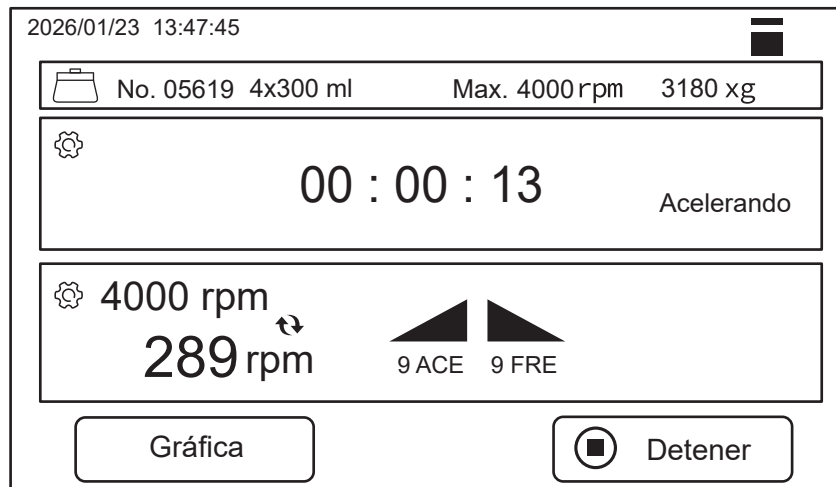

Figura 8.
- Si se opera la centrifuga a través del botón “Pulsado”, la interfaz de operación de inicio será como se muestra en la Figura 8.